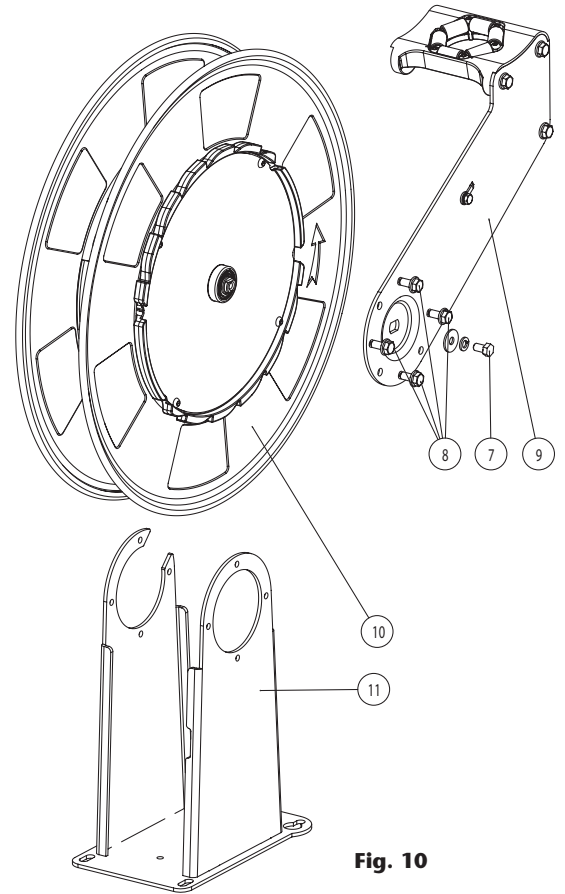

Fig. 10
6. Desmonte el brazo (9) (fig. 10). Para ello, primero afloje el tornillo (7) (fig. 10) que liberará el eje del bastidor dejando el tambor suelto. Después, afloje los tornillos (8) (fig. 10) y retire el brazo.